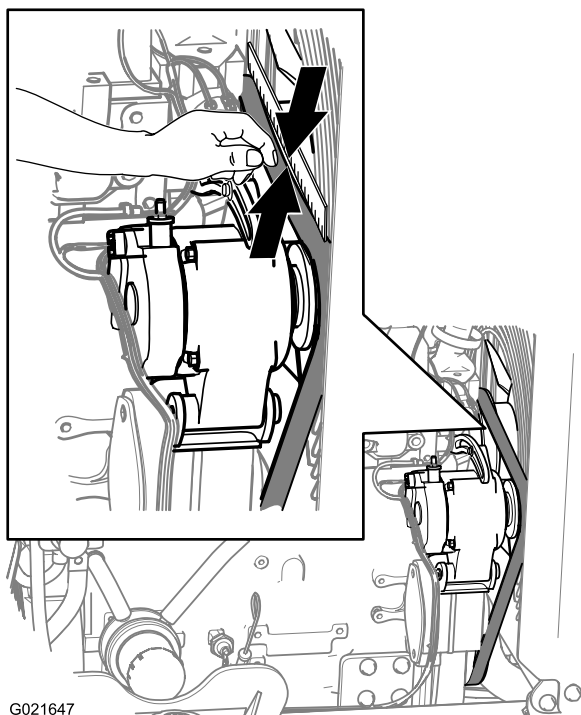

Рисунок 85
2. Установите проверочную линейку на приводной ремень и шкивы, как показано на Рисунок 85.
3. Нажмите на ремень вниз в точке, расположенной посередине между шкивом вентилятора и шкивом генератора, как показано на Рисунок 85.